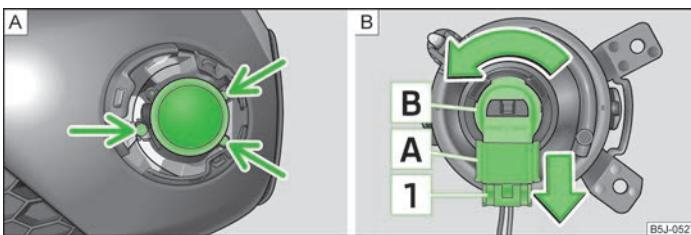

Fig. 152 Paragolpes delantero: Faro antiniebla/Faro antiniebla: Cambiar la bombilla
- » Sacar con el destornillador » página 161, Herramienta de a bordo los tornillos » fig. 152 - **A**.
- » Presionar el seguro **1** » fig. 152 del conector **A** y sacar el conector del portalámparas **B**.